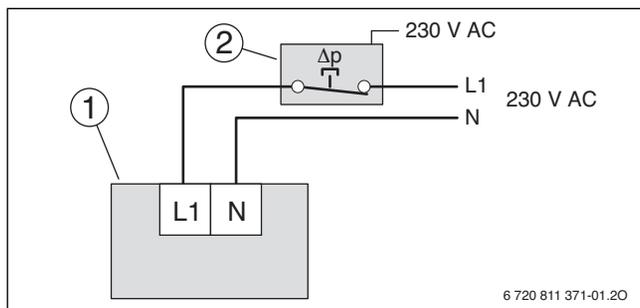

Bild 62 Anschluss Differenzdruckwächter in elektrischer Leitung
- Anschluss zwischen dem Lüftungsgerät und dem Netzanschluss (→ Tabelle 11 und Bild 62)